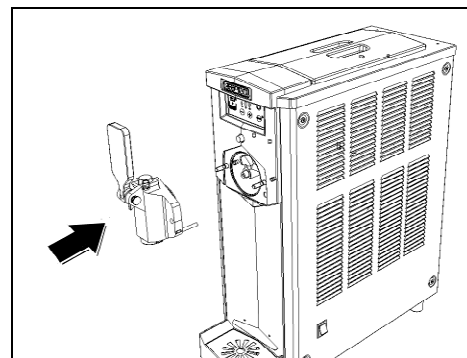

Fig. 31
- Remonter la bride en faisant en sorte que le goujon de centrage aille se coupler dans son emplacement (fig.31).